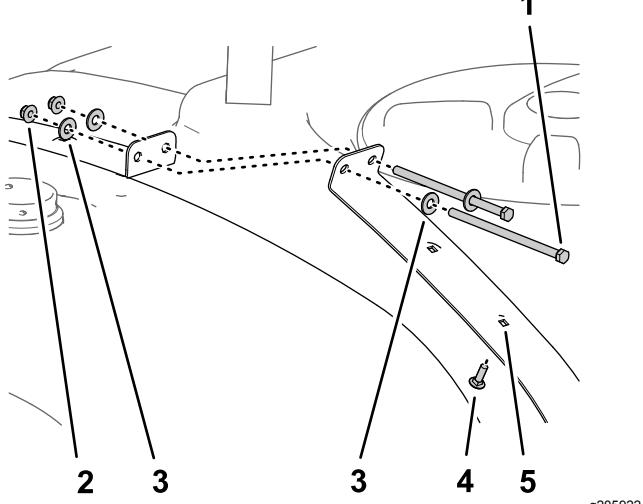

図 28
1. 液剤タンクの前側固定ベルトを固定しているボルト3/8 x 7 インチ 2本、ワッシャ3/8 インチ4枚、ロックナット3/8 インチ2個を取り外す図 28。
2. 図 28に示すように、キャリッジボルト(5/16 x 1 インチ)を固定ベルトの2番目の穴に入れる。
3. 前側の固定ベルトを組み合わせるステップ 1で外したボルト2本、ワッシャ4枚、ロックナット2個を使用し、ボルト・ナットは手締めする図 28。